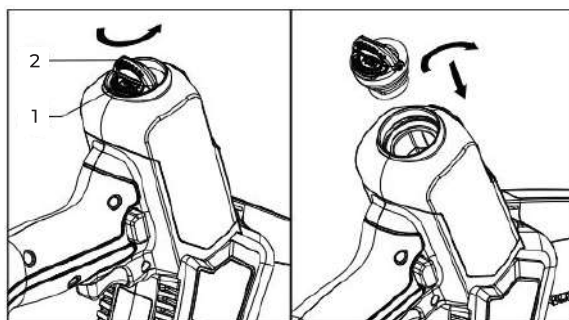

Рис. 6
Нажмите кнопку (рис. 6 поз. 1), чтобы повернуть рукоятку (рис. 6 поз. 2) против часовой стрелки и снять крышку масляного бака.
- После заправки совместите крышку масляного бака с масляным баком, возьмитесь за ручку (рис. 6 поз. 2) и поверните ее по часовой стрелке до щелчка.
- Опустите ручку (рис. 6 поз. 2) так, чтобы она находилась на одном уровне с верхней частью крышки масляного бака.